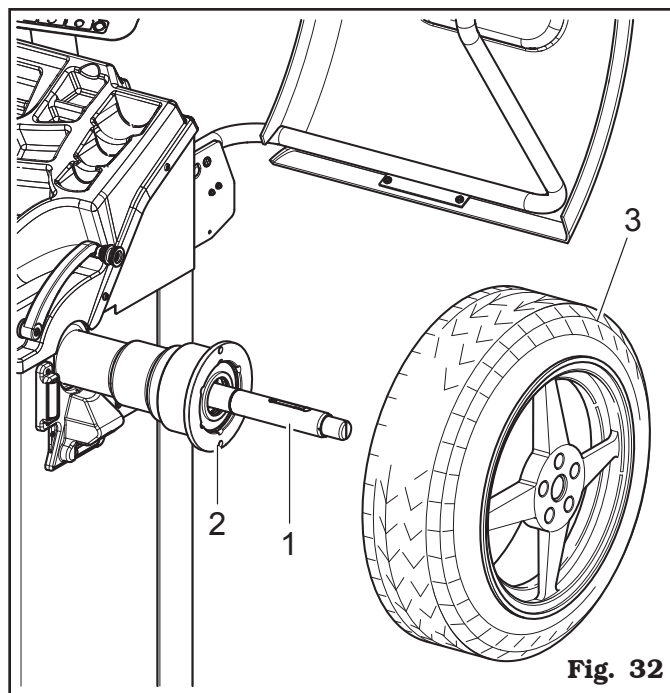

Fig. 32
5. Rengör spindeln (**Fig. 32 ref. 1**) innan hjulet monteras.
6. Montera hjulet (**Fig. 32 ref. 3**) med fälgens insida vänd mot balanseringsanordningen, tills den kommer att stå mot stödfänsen (**Fig. 32 ref. 2**).